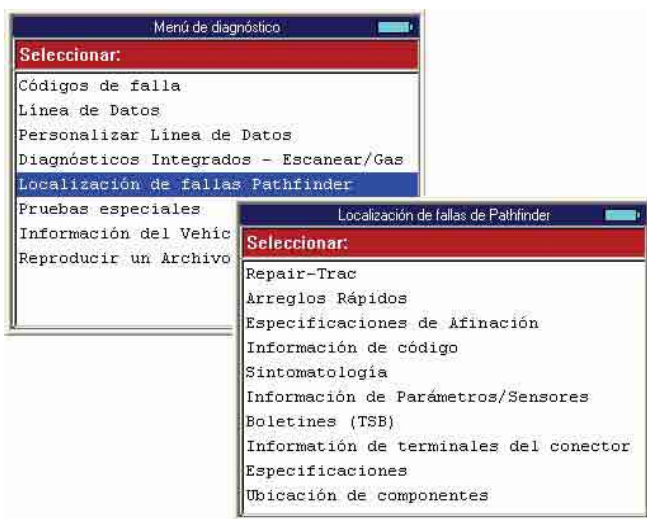

Figura 10.1: Pantallas Localización de Fallas Pathfinder y Menú de Diagnóstico
- 1 Siga los pasos en Procedimiento Básico para mostrar la pantalla Localización de Fallas de Pathfinder (ver Figura 10.1).
- Siga los pasos en Procedimiento Básico en la página 57 en la para mostrar la pantalla Localización de Fallas de Pathfinder (ver Figura 10.1).
- Siga los pasos en Procedimiento Básico en la página 57 para mostrar la pantalla de Localización de Fallas de Pathfinder (ver Figura 10.1).
- 1 Siga los pasos en Procedimiento Básico en la página 57 para mostrar la Pantalla Localización de Fallas de Pathfinder (ver Figura 10.1).
- 1 Siga los pasos en Procedimiento Básico en la página 57 para mostrar la pantalla Localización de Fallas de Pathfinder (ver Figura 10.1).
- 1 Siga los pasos en Procedimiento Básico en la página 57 para mostrar la Pantalla Localización de Fallas de Pathfinder (vea Figura 10.1).